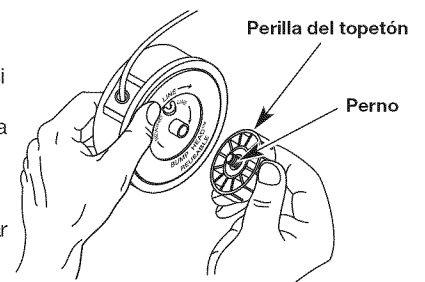

Fig. 14
1. Sostenga la bobina exterior con una mano y desenrosque la perilla del topetón en sentido antihorario (Fig. 14). Inspeccione el perno de adentro de la perilla percuisva para verificar que se mueva con libertad. Cambie la perilla percuisva si está dañada.
1. Sostenga la bobina exterior con una mano y desenrosque la perilla percusiva en sentido antihorario (Fig. 14). Inspeccione el perno dentro del botón de tope para verificar que se mueva con libertad. Cambie el botón de tope si está dañado.